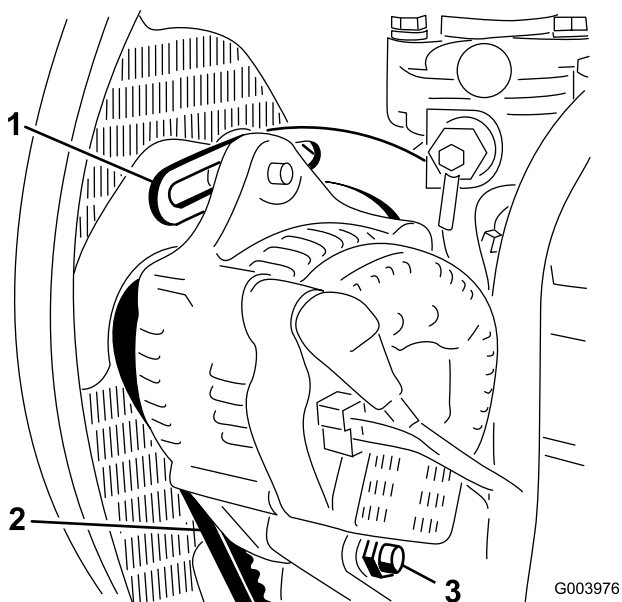

Figura 65
2. Controllate la tensione della cinghia dell'alternatore premendola (Figura 65) al centro tra l'alternatore e le pulegge dell'albero a gomito con una forza di 10 kg.
3. Allentate il bullone che fissa il supporto al motore (Figura 65), il bullone che fissa l'alternatore al supporto ed il bullone di rotazione.